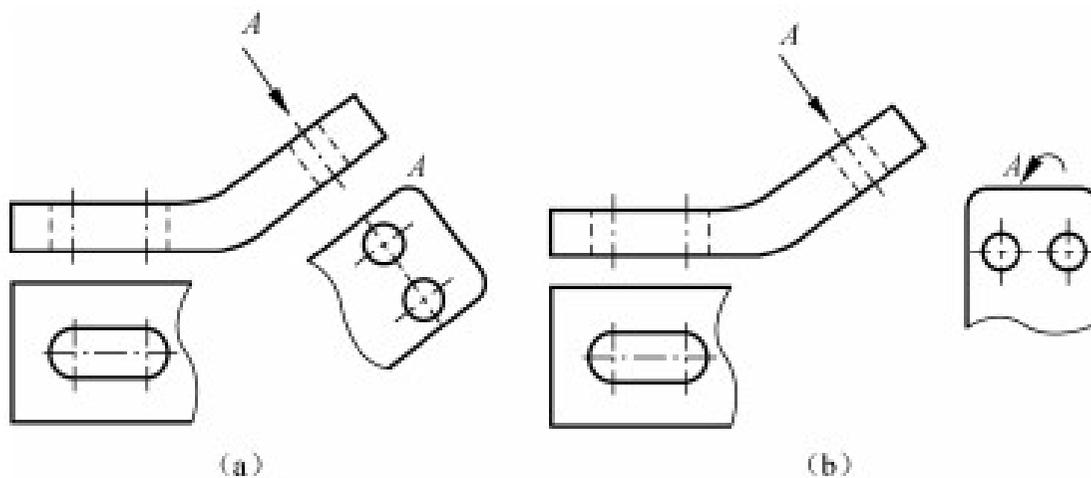

图 4-7 斜视图
- ❖ 当机件上某部分的倾斜结构不平行于基本投影面时，则在基本视图中不能反映该部分的实形，可选择一个新的辅助投影面，使它与机件上倾斜的部分平行（且垂直于某个基本投影面）。然后，将机件上的倾斜部分向新的辅助投影面投射所得到的视图称为斜视图，如图4-7（a）所示。
- (1) 斜视图通常按向视图的配置形式配置并标注，如图4-7(a)中的A视图。
- (2) 斜视图只反映机件上倾斜结构的实形，其余部分省略不画。斜视图的断裂边界可用波浪线或双折线表示，如图4-7(a)中的A视图。